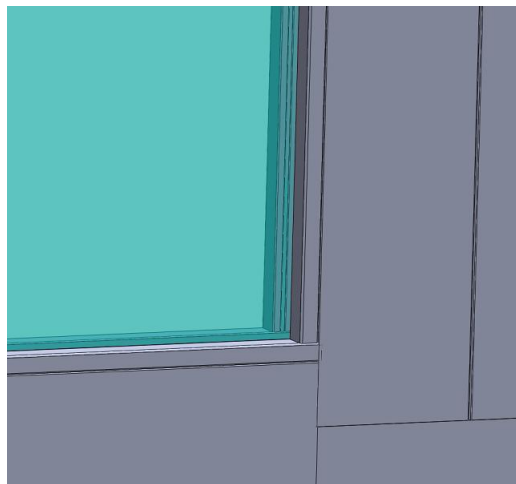

Figura 32
- Por último, comprobar que los reductores de los perfiles verticales apoyan perfectamente sobre los horizontales (figura 32).